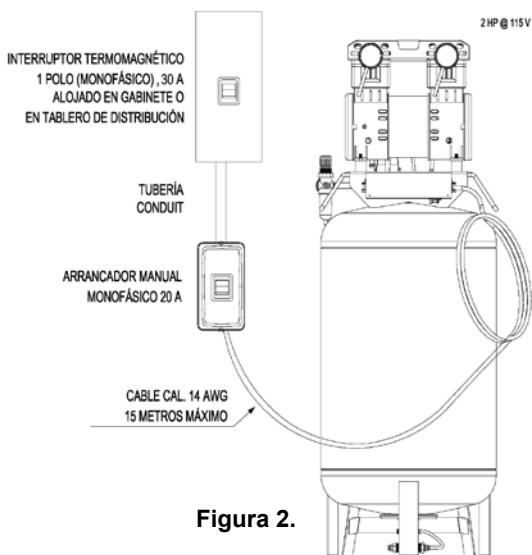

Figura 2.
2. Si su compresor es de una capacidad de 2 HP @ 115 V, viene equipado con un cable de alimentación sin clavija (modelos EL100ME200-108, EL100E200-130MV). Conecte su equipo a un arrancador alimentado de un circuito independiente como se indica en la figura 2.
Para el caso de los compresores con capacidades de 2 HP @ 115 V (modelos EL100ME200-108, EL100E200-130MV), Se recomienda un interruptor termomagnético de 30 amperes y arrancador manual de 20 amperes. El elemento térmico debe ser el adecuado para la corriente nominal del compresor. Ver figura 2